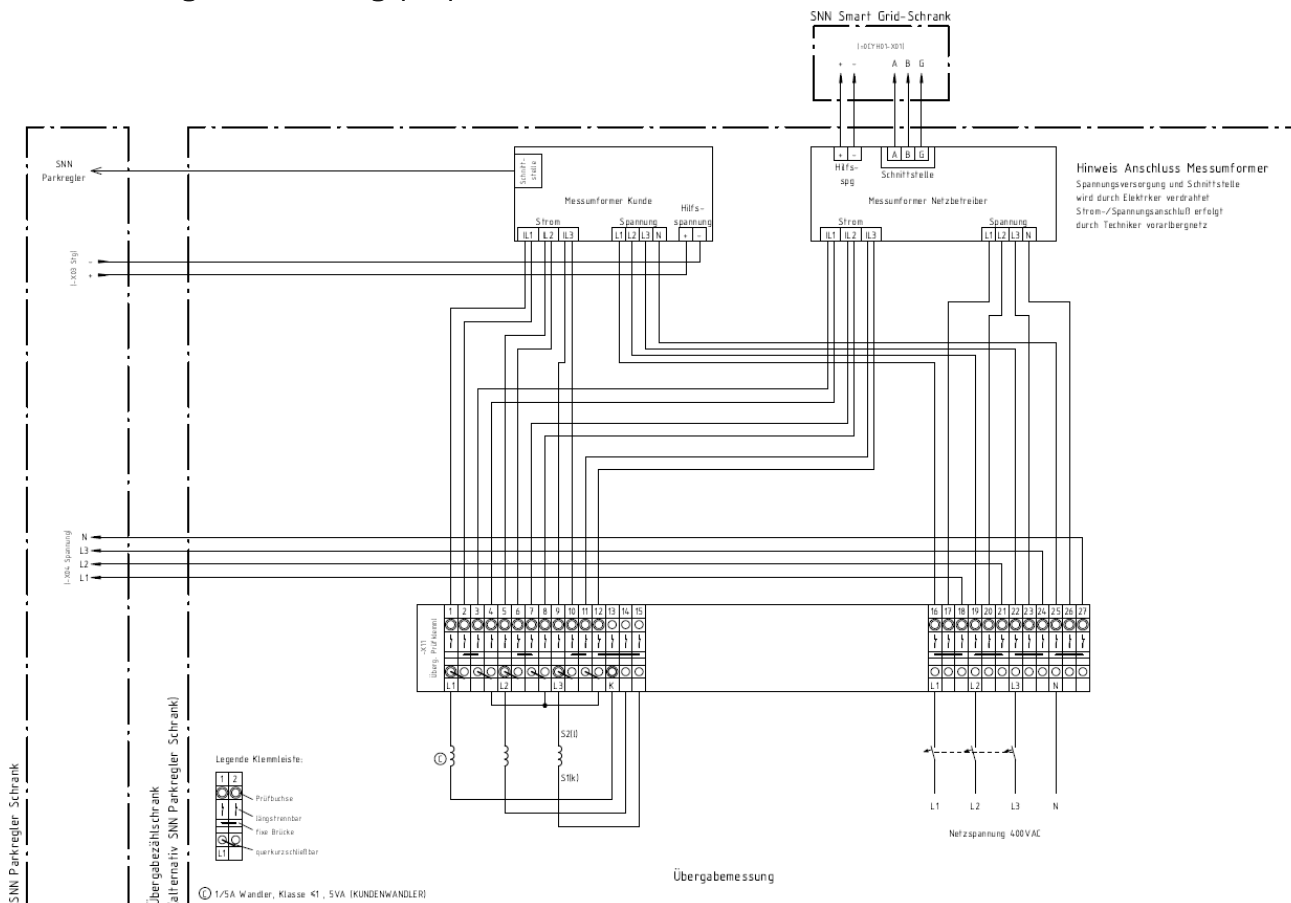

Abbildung 3: Klemmleiste Übergabemessung (NS) Stand: Dezember 2023
| Abbildung 3: Klemmleiste Übergabemessung (NS) Stand: Dezember 2023 .....                                            | 7  |